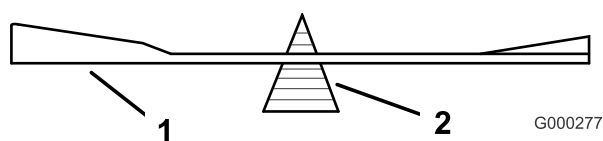

Figure 61
2. Vérifiez l'équilibre de la lame en la plaçant sur un équilibreur (Figure 61). Si la lame reste horizontale, elle est équilibrée et peut être utilisée. Si la lame est déséquilibrée, limez un peu l'extrémité de la partie